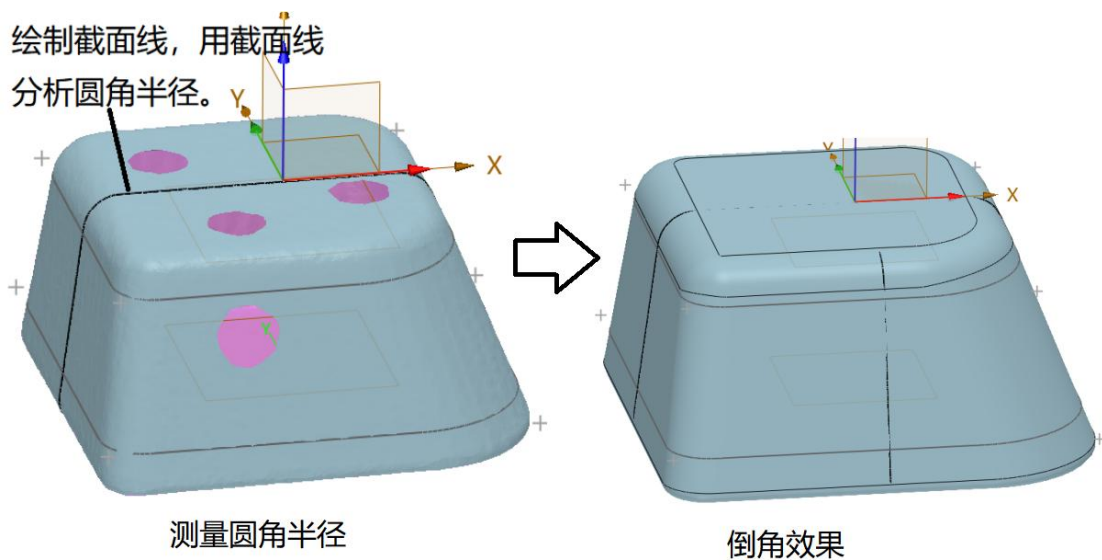

图 11-13 倒角效果
(11) 绘制截面线，分析圆角半径，进行倒圆角，如图 11-13 所示。